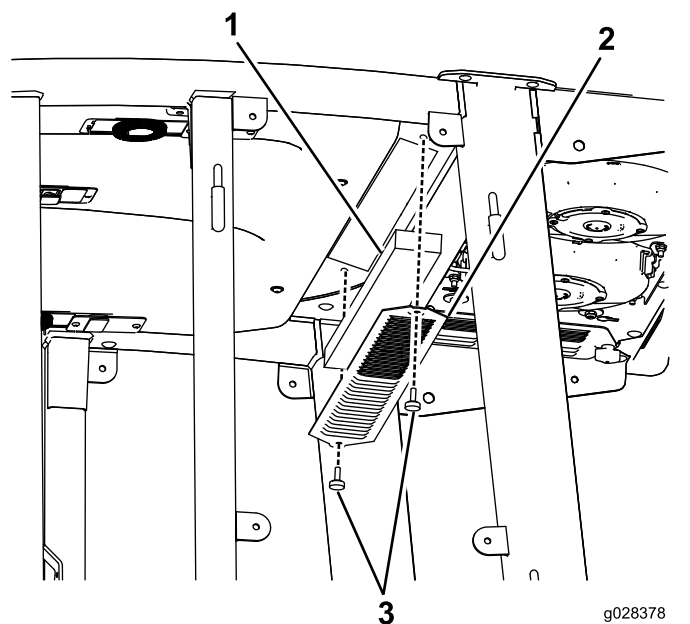
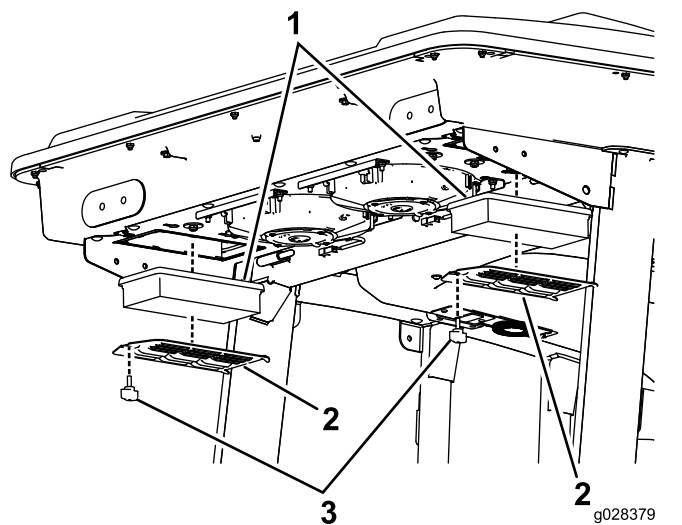
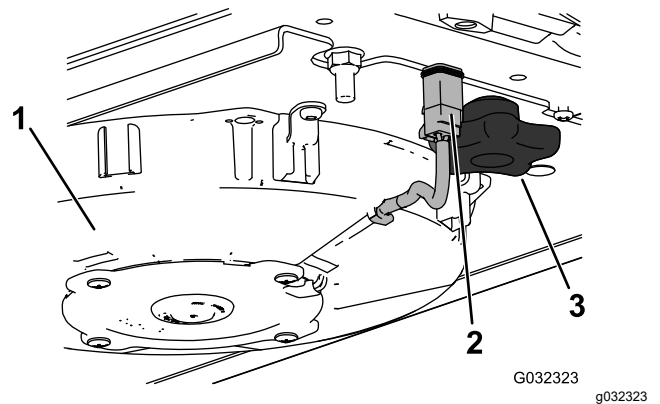
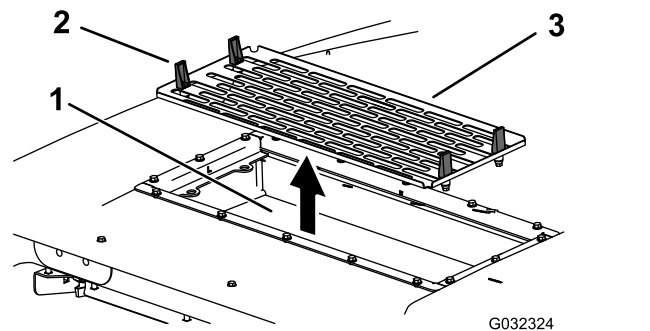

Figura 130
Figura 131
Figura 133
Figura 134
1. Remova os parafusos e as grelhas dos filtros de ar interior e traseiro da cabina (**Figura 130** e **Figura 131**).
4. Retire os filtros de ar (Figura 131).
6. Instale os filtros de ar, painel e conjunto da ventoinha (Figura 131, Figura 133 e Figura 134).
7. Ligue o fio de cada uma das ventoinhas (Figura 133).